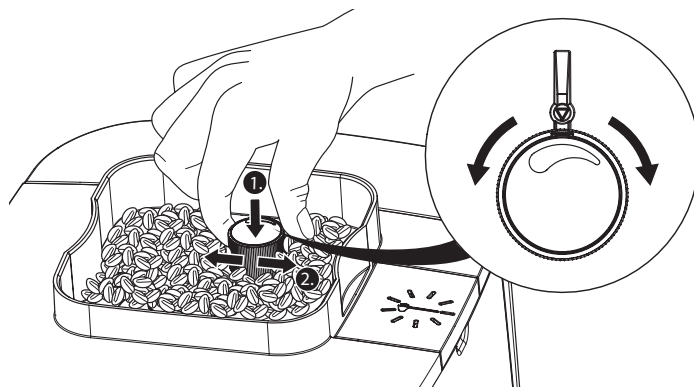

fig. 8: Ajuste del grado de molido
5. A continuación ajuste el grado de molido de los granos en el regulador. Para ello, presione el regulador de grado de molido hacia abajo y gírelo (fig. 8)